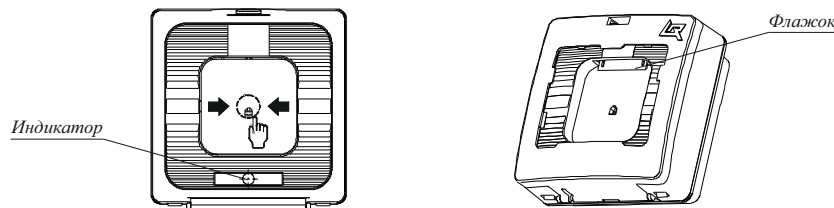

Рисунок 1
5.1 УДП переходит в состояние «Сработка» при нажатии на кнопку. В состоянии «Сработка» формируется сигнал, передаваемый в прибор. При этом в журнале событий прибора остается запись «Сработка». Выпадающий цветной флажок является визуальным подтверждением нажатого состояния кнопки УДП (рисунок 1).